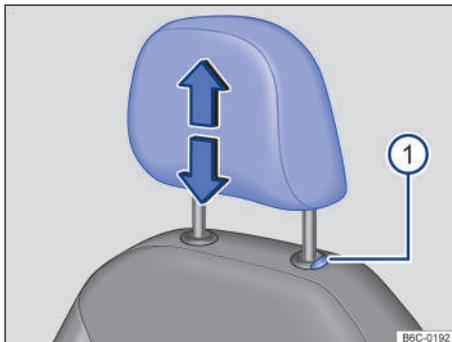

Fig. 68 Apoyacabezas delantero: desmontar.
- Retirar el apoyacabezas con el botón → fig. 68 ① presionado.
- Empujar hacia abajo totalmente el apoyacabezas con el botón → fig. 68 ① presionado.